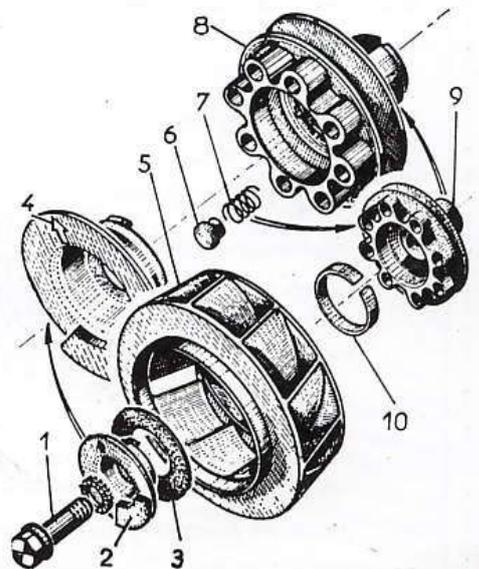

Fig. 14. — Dispositif permettant le glissement de la turbine.
- Déposer la vis centrale de la turbine tout en appuyant énergiquement sur la coupelle (2) (fig. 14) pour maintenir l'ensemble ventilateur sans laisser échapper les plots (6).